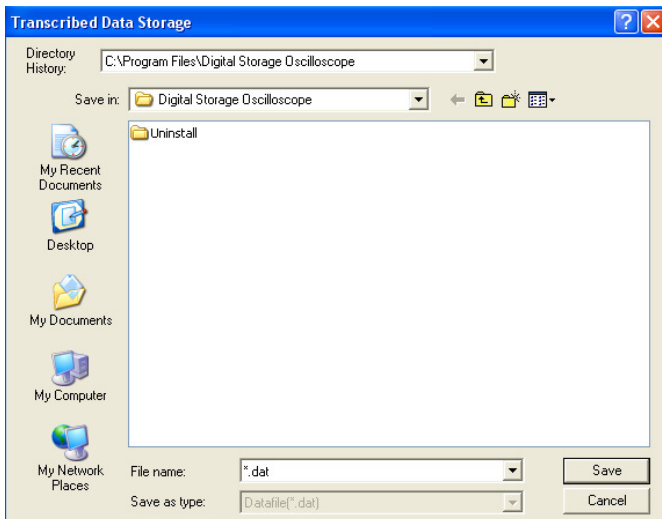
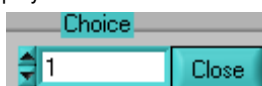

Рисунок 2-4
Рисунок 2-5
**Dynamic playback** (динамическое воспроизведение): Выберите пункт меню «File» → «Playback» → «Dynamic playback». На экране появится окно загрузки записи из памяти, показанное на рис. 2-4. Задайте область поиска, чтобы найти путь сохранения записанных осциллограмм, выберите требуемый файл и затем нажмите кнопку [Load]. Записанные осциллограммы будут воспроизведены в непрерывном режиме на виртуальном дисплее.
**Static playback** (статическое воспроизведение): Выберите пункт меню «File» → «Playback» → «Static playback». На экране появится окно загрузки записи из памяти, показанное на рис. 2-4. Задайте область поиска, чтобы найти путь сохранения записанных осциллограмм, выберите требуемый файл и затем нажмите кнопку [Load]. На экране появится окно, показанное на рис. 2-5. Используя кнопку ручной прокрутки («manual playback»), вы можете последовательно воспроизвести одну за другой все записанные осциллограммы. Кроме того, можно задать номер требуемого кадра в поле ввода номер (рис. 2-5) и нажать кнопку «ENTER». На дисплее отобразится требуемая осциллограмма. Для выхода из режима статического воспроизведения щелкните мышью по кнопке «close static playback».